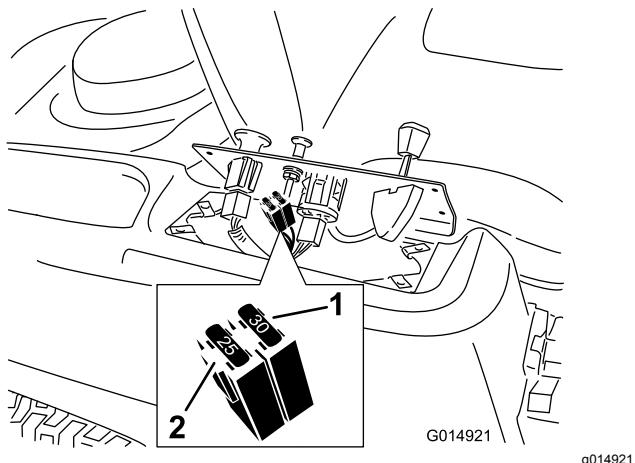

Figura 53
2. Sollevate la plancia per accedere al cablaggio preassemblato principale e al portafusibili (Figura 53).
3. Per sostituire un fusibile, tiratelo ed estraetelo dall'attacco (Figura 53).